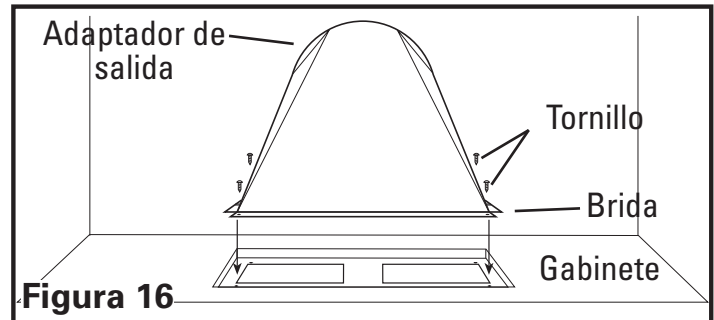

Figura 16
- Instale el adaptador de salida de tamaño apropiado (disponible por separado) a la campana deslizándolo hacia abajo dentro del agujero cortado anteriormente y haciendo coincidir los cuatro agujeros en la brida del adaptador con los cuatro agujeros correspondientes de la campana y asegure en el lugar con los tornillos suministrados. Asegure un sellado hermético alrededor del adaptador cerrando todas las conexiones con cinta para embalar (**Figura 16**).